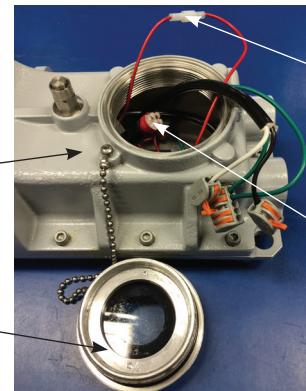

Figura 7
- Abra la cubierta de acceso de cableado rosulado (observe la Figura 7) y deje que la cubierta cuelgue del cordón. Todos los componentes en la luminaria de emergencia están conectados, de manera que solo es necesario que la alimentación de entrada esté conectada en el accesorio a los cables conductores (o terminales) de acuerdo al diagrama de cableado (observe la Figura 9) usando métodos que cumplen con todos los códigos aplicables. Desconecte primero el conductor a tierra del equipo (verde), luego el común (blanco) y finalmente la línea de voltaje (negro). Ajuste todas las conexiones eléctricas. Nota - Las aberturas estándar son NPT de 3/4".